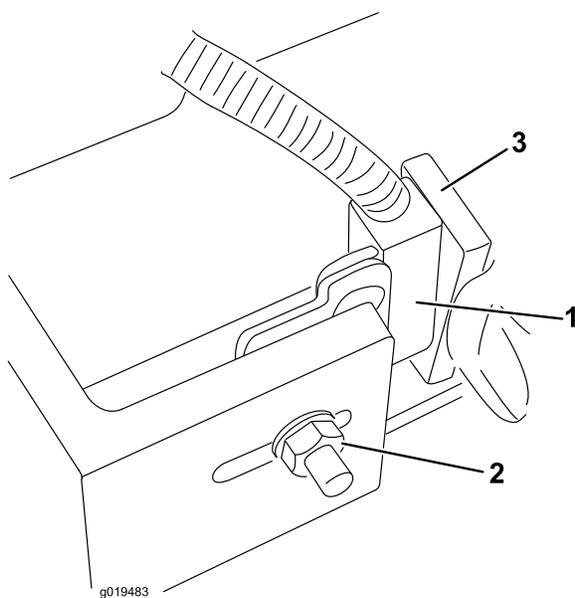

Figura 84
- Afloje la tuerca del perno de cuello cuadrado que fija el soporte del interruptor del brazo de elevación a los brazos de elevación N° 4, N° 6 y N° 7 (Figura 84).